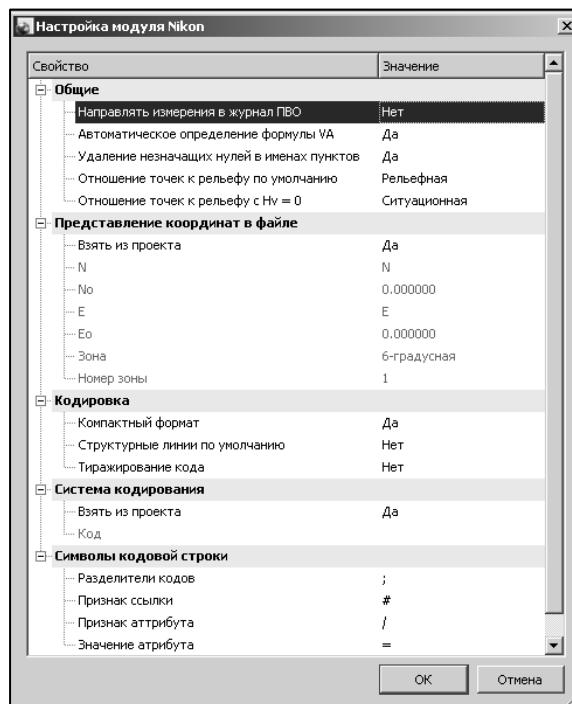

Рис. 1.12
5. Нажмите кнопку **Настроить**. Выполните настройки параметров импорта (рис. 1.12).